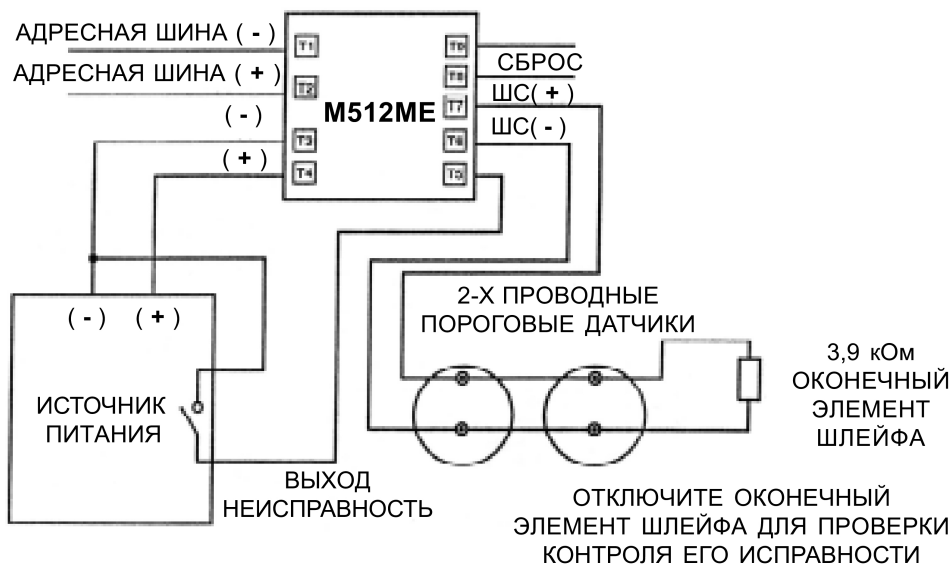

Рис. 4. Схема подключения 2-х проводных датчиков с дополнительным источником питания
Модуль контроля безадресного подшлейфа M512ME обеспечивает согласование между безадресными пожарными извещателями и адресно-аналоговой шиной. Модуль транслирует состояние шлейфа (НОРМА, ОБРЫВ/ЗАМЫКАНИЕ, ПОЖАР) на адресно-аналоговый прибор. При использовании дополнительного источника питания модуль M512ME контролирует наличие напряжения питания на терминале T5 (рис. 4). При падении напряжения на этом терминале до величины близкой к нулю, на прибор поступает сигнал НЕИСПРАВНОСТЬ.
1. Подключите модуль к ПКП в соответствии с документацией на него и схемами, изображенными на рис. 4, 5, 6.